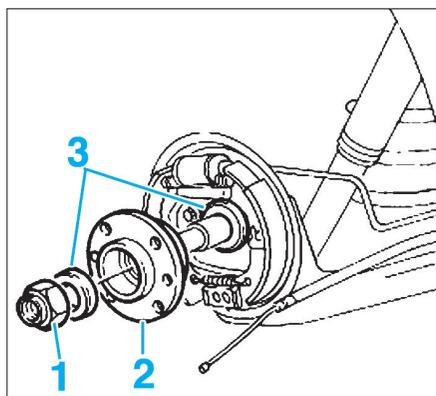

FIG. 28
- Desserrer l'écrou (1) du moyeu (2) (Fig.28).
- Déposer le moyeu avec les 2 entretoises (3).